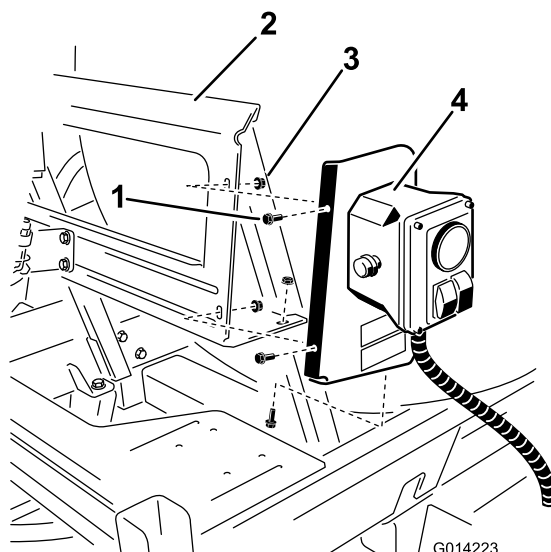

Figure 8
2. Fixez l'ensemble sur le support au moyen de 3 boulons (1/4 x 5/8") et 3 contre-écrous (1/4 pouce), comme illustré à la Figure 8.